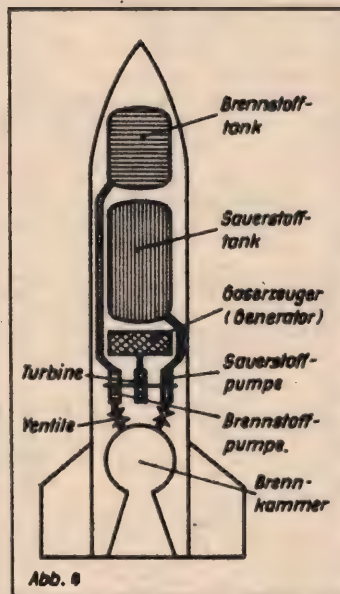

Abb. 4
1. Die **Druckgasförderung** (Abb. 4) wird bei kleinen Raketen angewendet. Der Treibstoff wird dabei durch ein chemisch träges Druckgas, z. B. Helium oder Stickstoff, aus den Tanks zur Brennkammer gedrückt. Auf Grund des Drucks müssen die Tanks allerdings sehr dickwandig ausgelegt sein, woraus sich eine große Leermasse ergibt.
Über Felsblöcke und niedrige Ziegelmauern fährt das neue englische Amphibienfahrzeug „Polecat“ („Dachs“) mit Leichtigkeit (Abb. 4). Der Prototyp hat darüber hinaus bereits mit Erfolg die unterschiedlichsten Gelände-